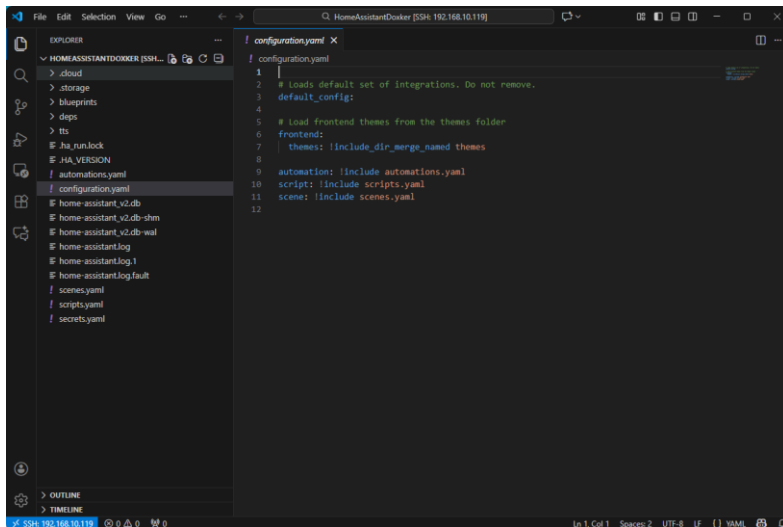

Рис. 3.59. Файл configuration.yaml
8. Открываем файл «configuration.yaml» (рис. 3.59).